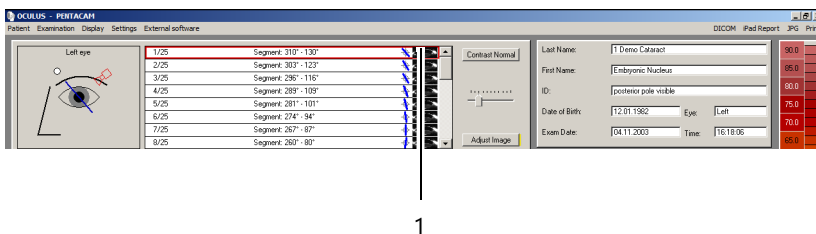

Bild 8-1: Menyrad Pentacam® / Pentacam® HR-programvaran
- ➔ I Pentacam®-programvaran (*Bild 8-1, sidan 30*), välj menyalternativet [Examination] (undersökning) och klicka på [Scan] (skanna).